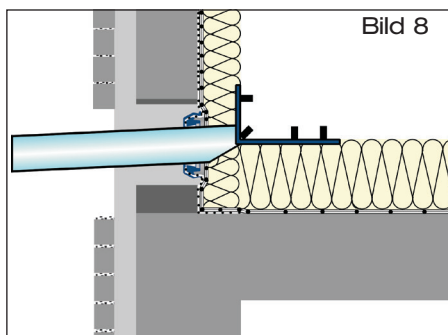

Bild 8
- 2.2 Das Auslaufrohr des Ablaufs bauseits in der Länge anpassen. Die Dichtung des Schiebeflansches und Auslaufrohr des Ablaufes mit LORO-X Gleitmittel versehen. Das Auslaufrohr in die Dichtung des Schiebeflansches einschieben. Wärmeisolation unter den Ablauf schieben. Den Ablauf sowie die Wärmeisolation fixieren (Bild 8). Entstandene Hohlräume in der Wärmeisolation mit geeigneten Materialien schließen. Auslaufrohr im Wandbereich mit ausreichender Wärmeisolation versehen. Wärmeisolation verlegen.